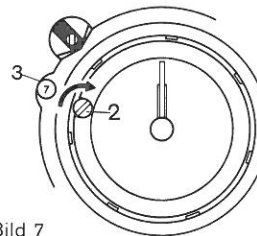

Bild 7
- ⑤ Stellschraube 2 gemäß Bild 7 im Uhrzeigersinn drehen, bis im Sichtfenster 3 die Zahl 7 erscheint